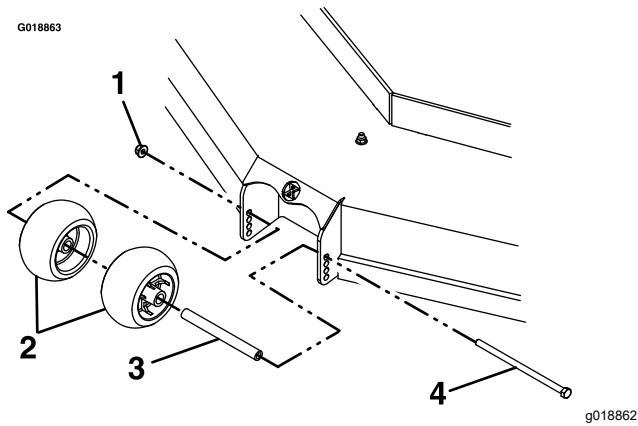

Figure 29
6. Serrez l'écrou Nyloc (¾ po) à un couple de 41 à 47 N·m (30 à 35 pi-lb), comme montré à la Figure 29.